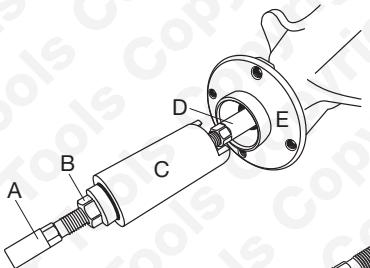

Fig 2
- Individuare l'attrezzo assemblato e avvitare la vite di forzatura centrale A nell'adattatore D. (Fig 2)
**Nota:** La porzione filettata della vite di forzatura centrale (A) deve essere lubrificata con bisolfuro di molibdeno.